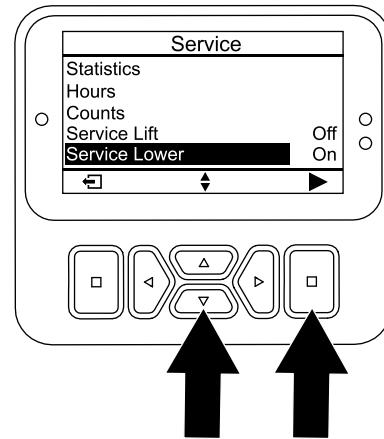

図 167
- サービスロアーオプションが選択されるまで下ボタンを押し、次に選択ボタンを押す (図 167)。